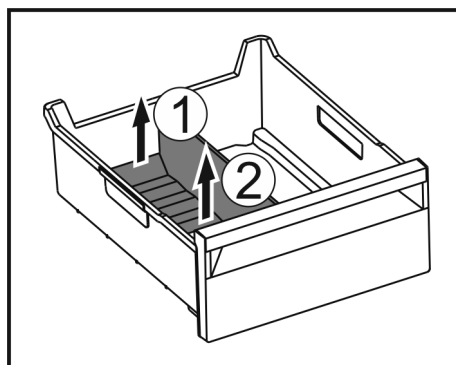

Fig. 102
- ▶ 提升冰格分隔器后部。 Fig. 102 (1)
- ▶ 向上取出冰格分隔器。 Fig. 102 (2)